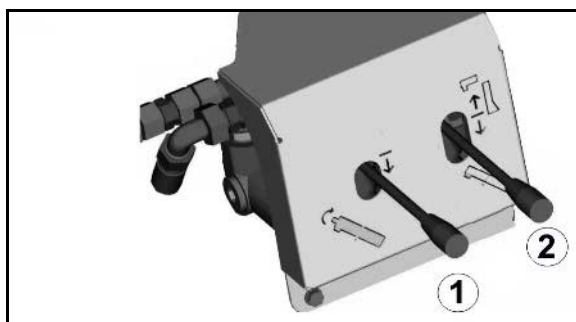

Рис. 103
1. Установите шаровой кран (Рис. 103/1) в положение **В**.
5. Установите шаровой кран (Рис. 103/2) в положение **А**.
8. Установите шаровой кран (Рис. 103/1) в положение **А**.